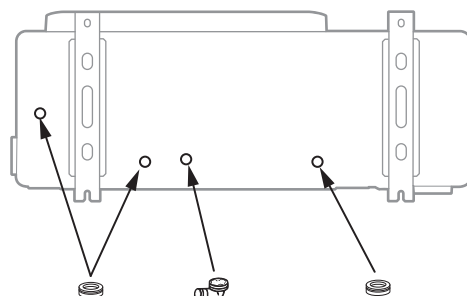

fig. 18 - Pose de l'unité extérieure, évacuation des condensats
- En fonctionnement, de l'eau peut s'évacuer de l'unité extérieure. Ne pas installer l'appareil sur une terrasse, mais préférer un endroit drainé (lit de graviers ou sable). Si l'installation est réalisée dans une région où la température peut être inférieure à 0°C pendant une longue période, vérifier que la présence de glace ne présente aucun danger. Il est aussi possible de raccorder un tuyau d'évacuation sur le bac de récupération de condensats (option) (fig. 18, page 19).